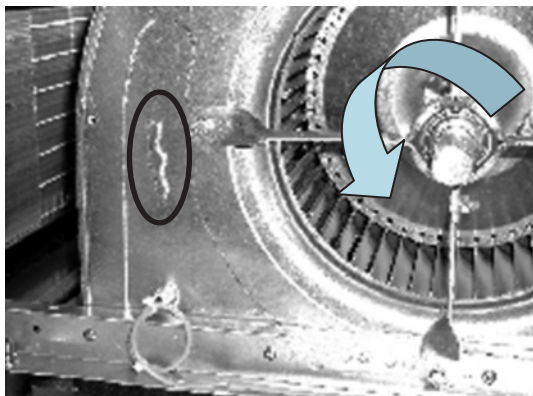

Abb. 13
- Falls der Ventilator sich in die falsche Richtung dreht (die richtige Richtung ist in Abbildung 13 gezeigt), schalten Sie die Netzstromversorgung zum Gerät über den Netztrennschalter im Gebäude ab. Tauschen Sie anschließend zwei Phasen und wiederholen Sie den oben beschriebenen Vorgang.